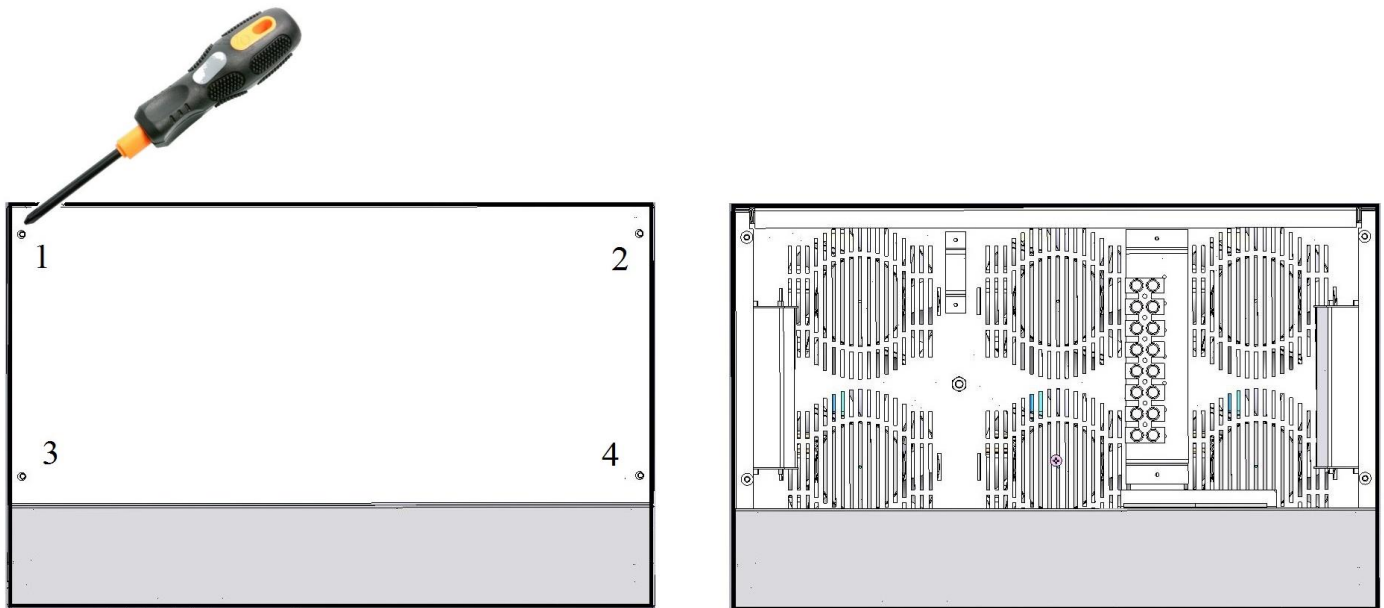

Рисунок 6. Схема снятия защитной крышки снизу корпуса стабилизатора
2. При помощи отвертки открутить 4 винта защитной крышки с нижней части стабилизатора для доступа к клеммной колодке (см. рисунок 6).